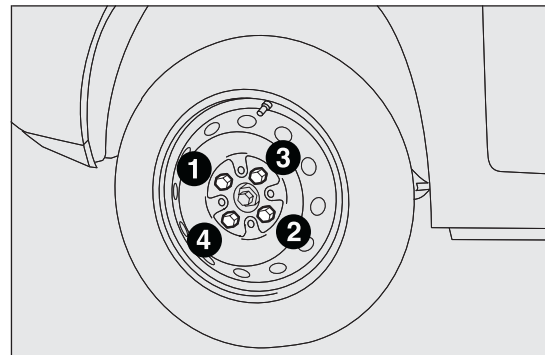

fig. 133
- con la llave suministrada, apretar a fondo los pernos, pasando alternativamente de un perno al diametralmente opuesto, siguiendo el orden numérico ilustrado en fig. 133 .